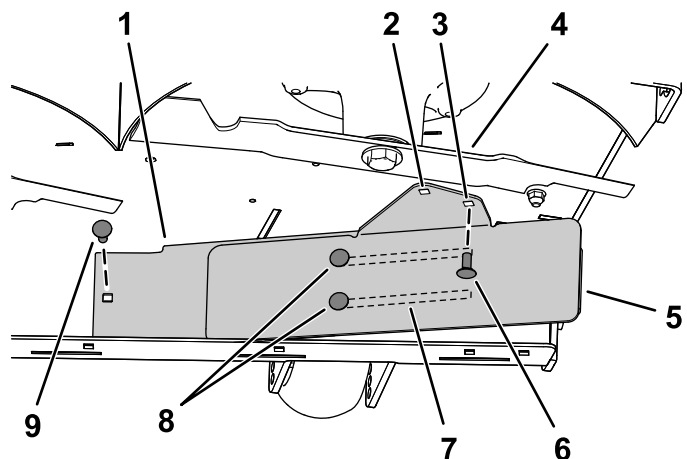

Figura 10
3. Montați partea stângă a deflectorului utilizând un urub de fixare ($5/16 \times 3/4$ ") și o piuliță cu guler ($5/16$ ") așa cum este indicat în Figura 10.
4. Slăbiți cele 2 uruburi de fixare ($5/16 \times 3/4$ ") din fantele deflectorului și glisați deflectorul până când orificiul se aliniează cu orificiul de pe puntea mâinii de tuns iarba (Figura 10).
5. Montați deflectorul așa cum se arată în Figura 10.
- Important:** Asigurați-vă că utilizați orificiul corect pentru deflector; consultați Figura 10.
6. Strângeți cele 2 uruburi de fixare ($5/16 \times 3/4$ ") în fantele deflectorului (Figura 10).